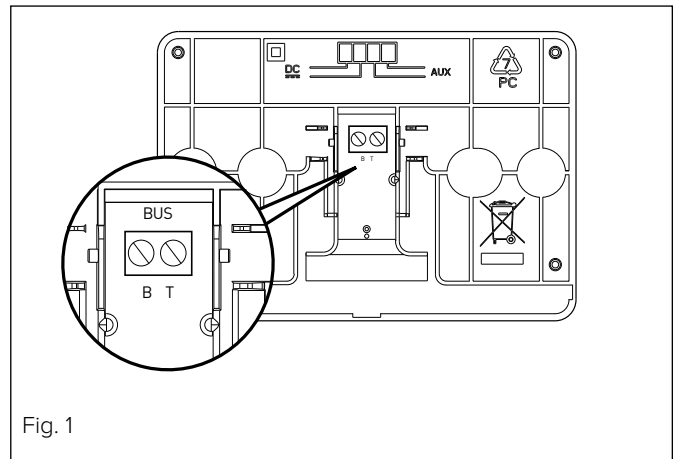

Fig. 1
- conectar el par de cables al conector (fig.1),